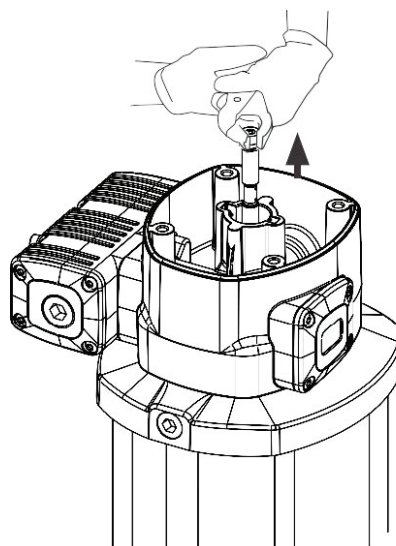

Fig. 7a
1. Desenrosque los tornillos (2) y retire la tapa (3).
2. Desenrosque el tapón inversor (4).
3. Con ayuda de una mordaza manual sobre el casquillo (5), tire hacia fuera del vástago del conjunto de émbolo de aire (37), hasta que aparezca su rebaje central (fig. 7a). Después, con otra mordaza manual agarre el vástago (37) en dicha zona rebajada central para no dañar la superficie destinada al sellado y desenrosque el casquillo (5) (fig. 7b).
4. Deseche la tórica (6) y el aro (7), y use otros nuevos posteriormente al volver a montar.
5. Desenrosque los tornillos (44). Tire hacia arriba del cabezal motor (13) hasta liberarlo junto con la brida (34).
6. Quite el casquillo inversor (8). Sustituya las juntas (9) y (10) de este casquillo.
7. Desenrosque los cinco tornillos (35) y separe el cuerpo motor (13) de la brida (34). Extraiga la arandela (30) y sustituya la junta (10).
8. Retire el cilindro (40) sujetando con cuidado el émbolo (37). Sustituya la junta (36) de dicho émbolo.
9. Vuelva a montar el conjunto en sentido inverso, aplicando fijador de rosca en los tornillos (35), casquillo (5) y tapón inversor (4).